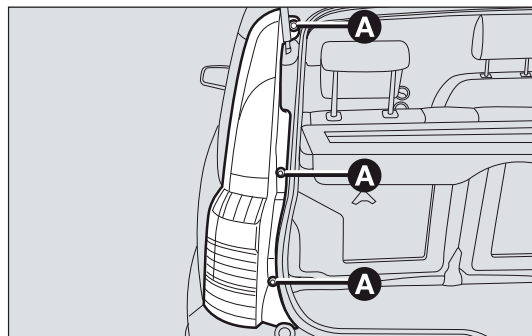

fig. 152
- ❑ svitare le tre viti A-fig. 152 dalle rispettive sedi, tirare delicatamente verso di sé il fanale completo fino al totale disimpegno delle tre mollette di aggancio (sono fissate a pressione) e sganciare il connettore;